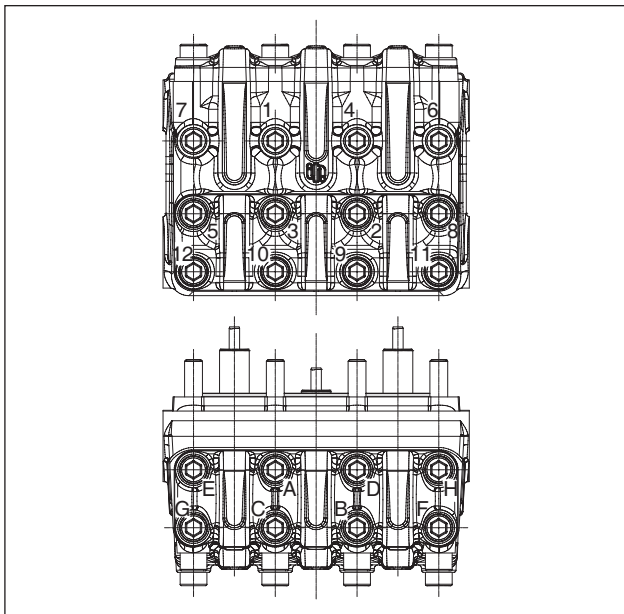

图29
** 分解图部件号13的泵头固定螺丝必须按照(图29)表中所述的顺序用扭力扳手拧紧。
*** 阀盖固定螺丝(分解图部件号10-13和分解图部件号22)必须按照图29图表中所示的顺序用扭力扳手拧紧。